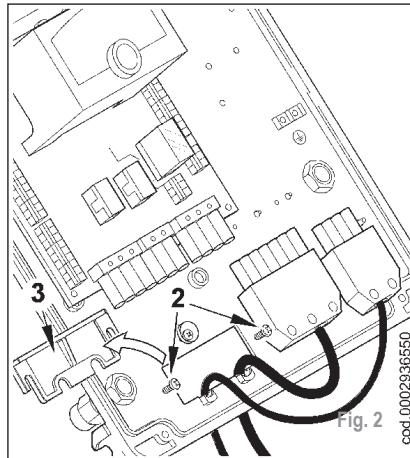

Fig. 2
- Desserrer les vis (2) et après avoir démonté la plaquette serre-câbles (3), faire passer à travers le trou les deux fiches à 7 et 4 pôles (voir figure 2).